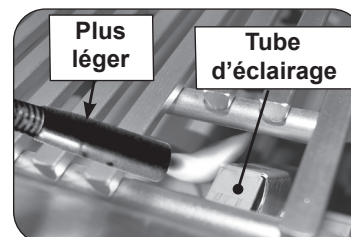

Fig. 30-2 Éclairage manuel via un tube d'éclairage
2. Passez un allumeur brûlant de butane de long-baril ou une allumette brûlante de long-tige dans la grille à cuire s'ouvrant au dessus du tube d'éclairage. (Fig. 30-2). Pour les brûleurs arrière, les brûleurs à haute puissance ou les brûleurs infrarouges, maintenez la flamme contre la surface du brûleur arrière/du brûleur à haute puissance/du brûleur infrarouge.